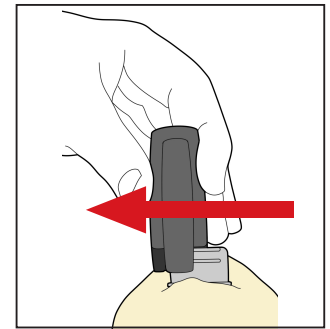

Fig. 13
7. Quando la maschera è pronta, rimuovere l'applicatore IntegraBite dalla piastra del morso facendolo scorrere verso destra o sinistra (Fig. 13).